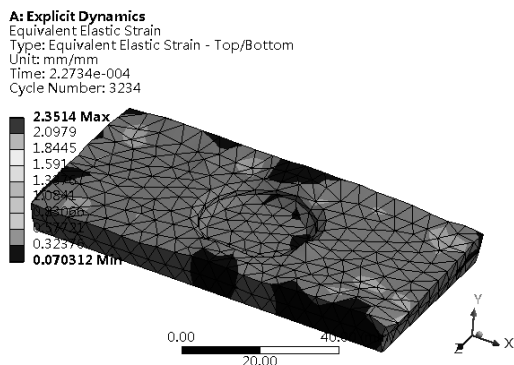

图 11-65 等效应变云图
Step5：用同样的方法可以添加等效应变云图，如图 11-65 所示。